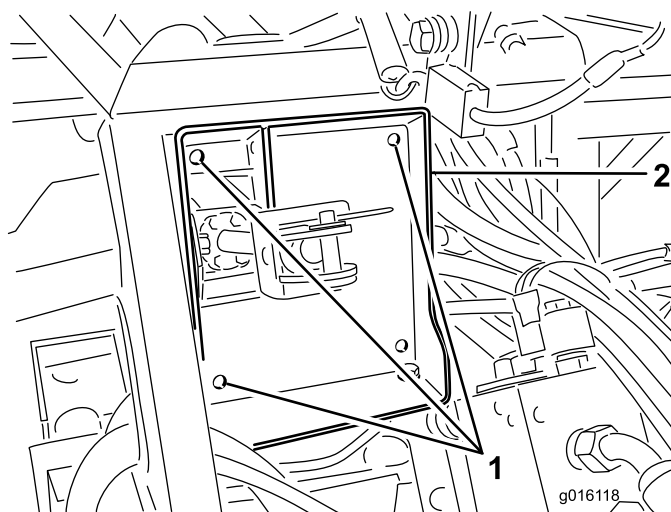

Bild 7
9. An älteren Modellen müssen drei Löcher an den Stellen gebohrt werden, die in Bild 7 dargestellt sind.